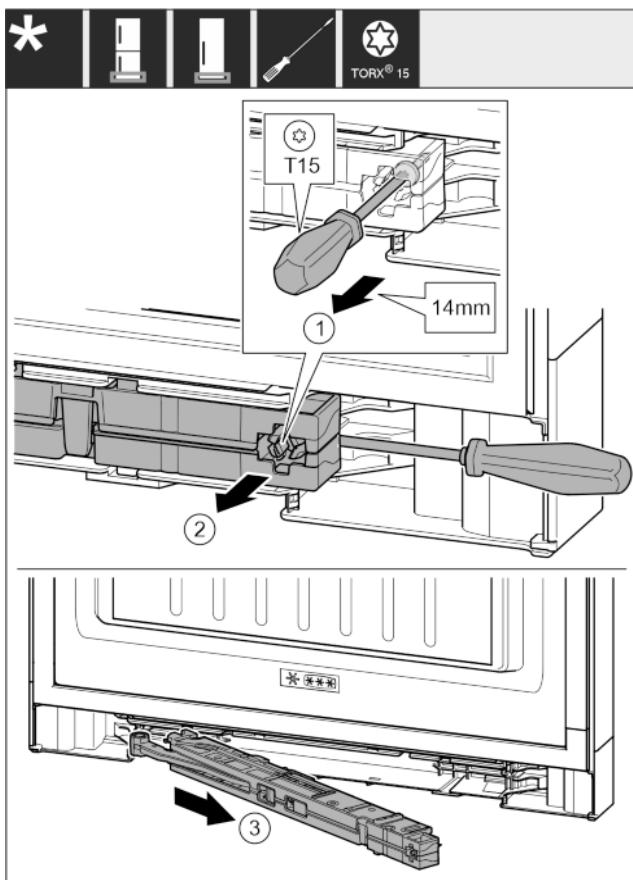

Fig. 14
- ▶ Skrutku na tlmiči uzatvárania uvoľnite skrutkovačom T15 o cca 14 mm. Fig. 14 (1)
- ▶ Skrutkovač zasuňte na strane držadla za jednotku tlmiča uzatvárania. Jednotku otočte dopredu. Fig. 14 (2)
- ▶ Jednotku vytiahnite. Fig. 14 (3)